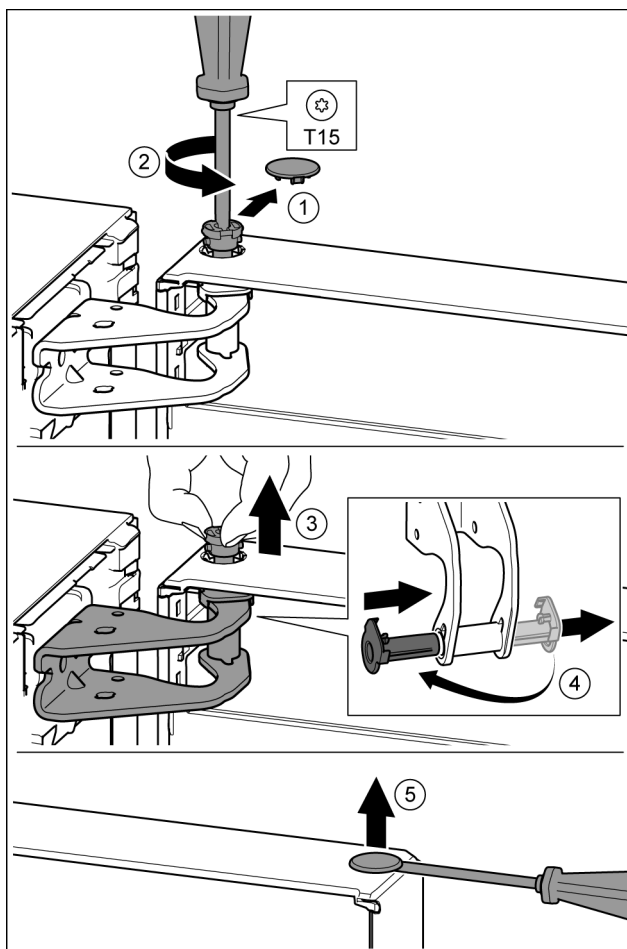

Fig. 13
- ▶ Обережно зніміть запобіжну кришку. Fig. 13 (1)
- ▶ Трохи викрутіть гвинт за допомогою викрутки T15. Fig. 13 (2)
- ▶ Притримуйте дверцята і витягніть палець руками. Fig. 13 (3)
- ▶ Витягніть із напрямної опорну втулку. Встановіть і зафіксуйте з іншого боку. Fig. 13 (4)
- ▶ За допомогою шліцевої викрутки обережно підійміть пробку із опорного втулка дверцят та витягніть її. Fig. 13 (5)